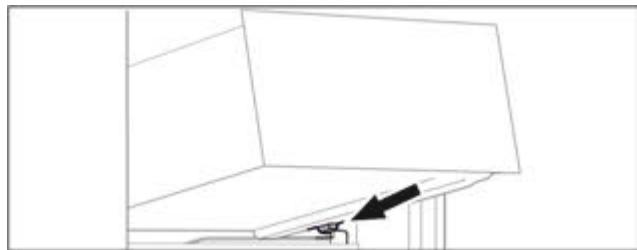

Fig. 82
- Встановити висувний ящик за стопорами на ребро для резервуару навскоси. (див. Fig. 82)